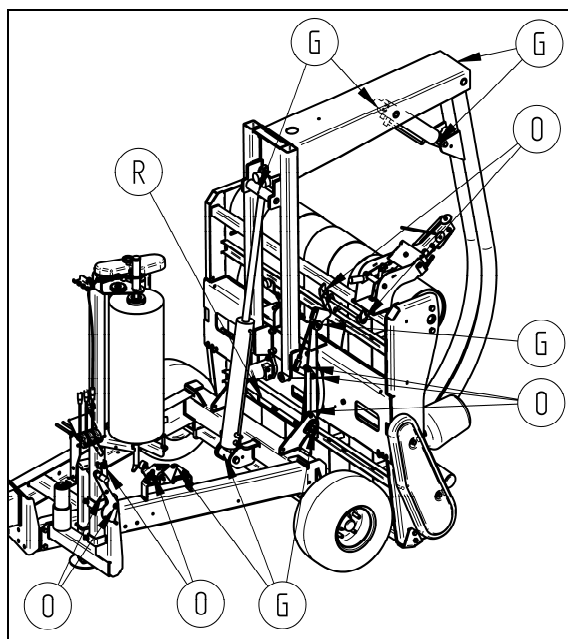

fig.30 – Points de lubrification 2100S
- Effectuer une complète opération de graissage de tous les points indiqués par l'adhésif "graisseur" et de tous les points exposés à friction. (fig.30, G).
- Graisser les pivots indiqués avec la lettre O sur la fig. 30
- Graisser la tourelle du berceau pivotant (fig.30, R).